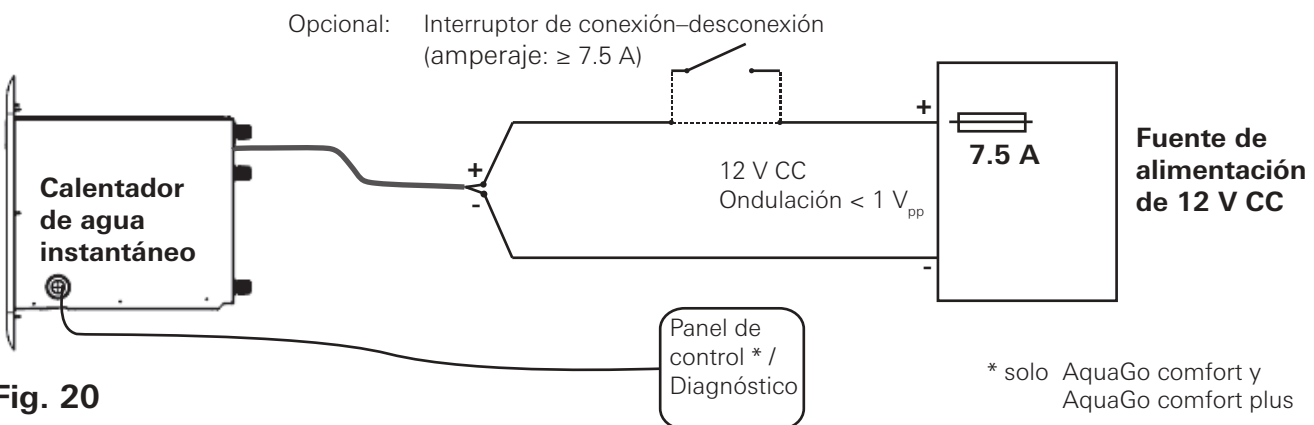

Fig. 20
- Conecte el tubo flexible para agua fría (1) en la parte inferior del aparato.
- Conecte el tubo flexible para agua caliente (2) en la parte superior del aparato.
- **Solo modelo AquaGo comfort plus:** Conecte el tubo flexible para la línea de circulación (3).
- Conecte las líneas eléctricas con la polaridad correcta a la fuente de alimentación de 12 V CC (consulte «Conexión eléctrica para todos los modelos» en la página 32). Instale un fusible de 7.5 A exclusivamente destinado al aparato (vea la Fig. 20).